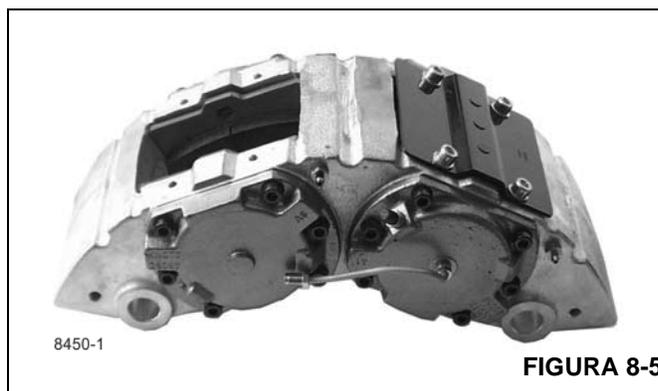
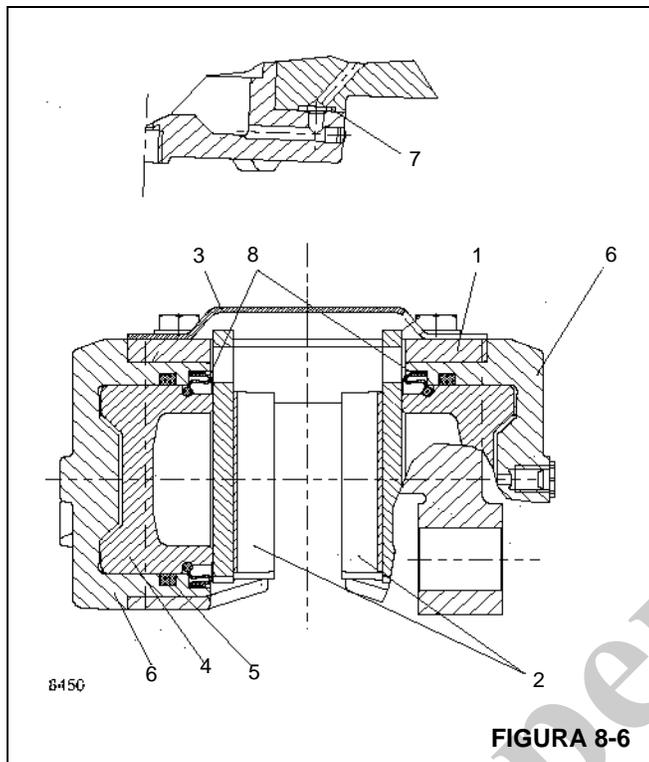

FIGURA 8-5
FIGURA 8-6
A Figura 8-5 mostra um freio de disco hidráulico de calíper fixo de 4 pistões. No calíper de uma peça (1) (Figura 8-6), as pastilhas de freio (2) estão presas por uma tampa (3), para evitar que fiquem frouxas. Cada pistão pertence a uma placa de lona. Cada pistão (4) é montado em insertos cilíndricos, que foram aparafusados no calíper (1) removível individualmente. O anel de vedação quadrado (5) forma uma vedação hidráulica em volta do pistão e o anel de vedação (7) forma um anel hidráulico em volta do inserto cilíndrico (6). Os pistões são protegidos, da entrada de sujeira, por um uma tampa contra poeira (8).